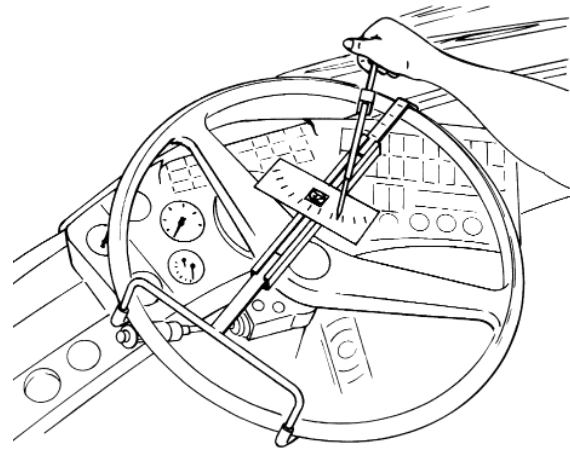

Abb. 11
- Lenkung in eine Endstellung drehen und das erforderliche Reibmoment zum Drehen der Lenkung außerhalb des Geradeausfahrtbereiches messen (ca. 1/2 Umdrehung vor Endanschlag). Zum Drehen der Lenkung sollte das Werkzeug [6] verwendet werden, welches am Lenkradkranz aufgesetzt und festgeklemmt wird (**Abb.11**).